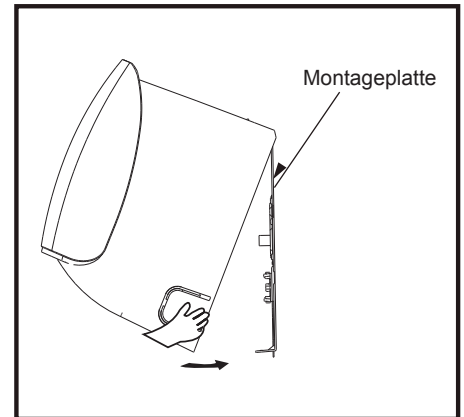

Abb. 7
- Hängen Sie das Gerät auf Montageplatte (Abb. 7).